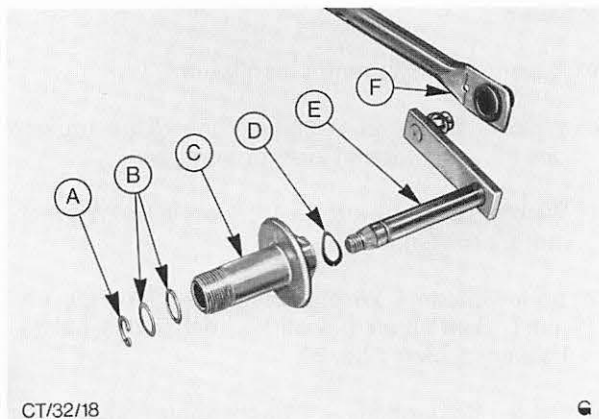

Abb. 22 A = Sprengring
12. Tandemlager wie in Abb. 22 gezeigt zerlegen.
13. Tandemlager wie in Abb. 22 gezeigt zusammenbauen.